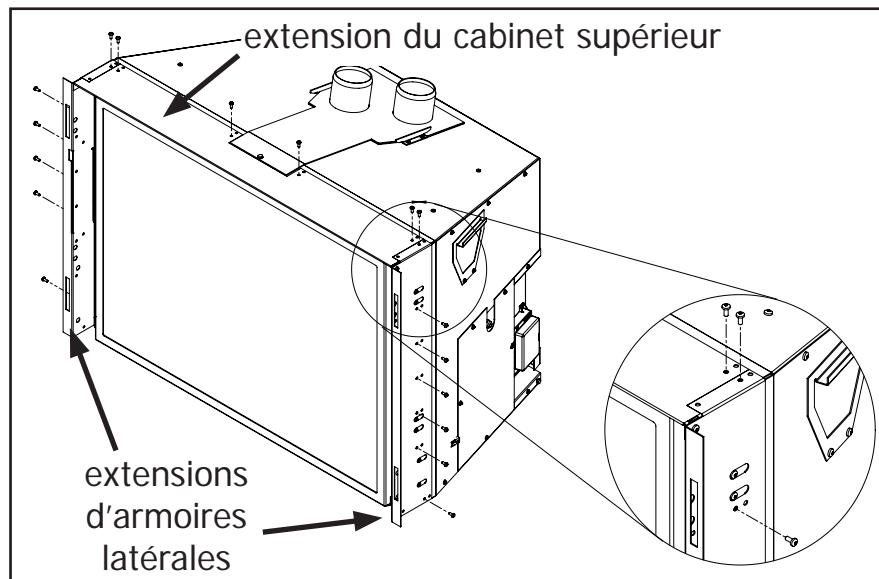

Figure 43: Enlever les vis d'extension
1. À l'aide d'un tournevis T20, retirez les quatre (4) vis qui fixent la partie supérieure à l'armoire d'extension (voir la figure 43).
2. Retirer les six vis (6) de chaque côté extension (voir Figure 43).